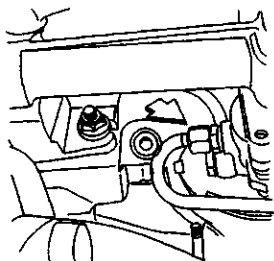

图 3-208 松开分配阀
- 5) 松开在转向器分配阀外壳上的进油管，如图 3-208 所示。